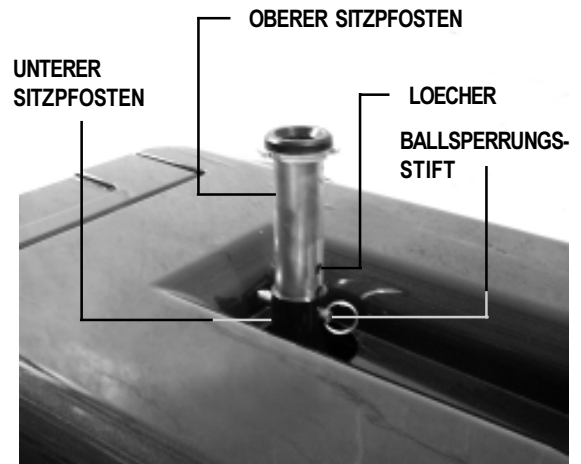

Abb. 12. Sitzhoeheinstellung
2. Den dazugehoerigen Ring benutzen um den Ballsperrungsstift vom unteren Sitzstangenturm zu entfernen. Siehe Abb. 12.